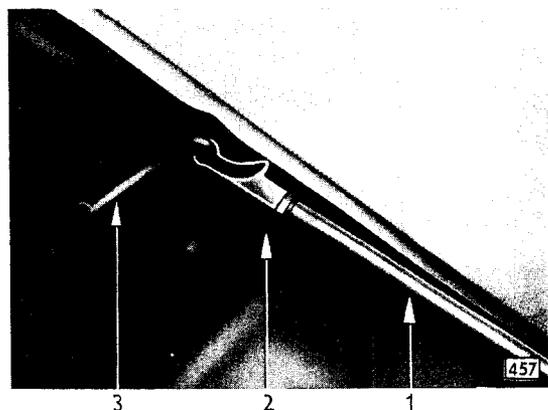

Bild 217 - Gummischnur mit Abdeckköder-Montierahle S-1185 in Gummifassung einziehen
19. Gummischnur in Rückwandscheiben- und Windschutzscheiben-Gummifassung mit Abdeckköder-Montierahle S-1185 einziehen. Gummischnur hierzu zweckmäßig mit einem glyzeringetränkten Lappen bestreichen und in Montierahle einführen (Bild 217).